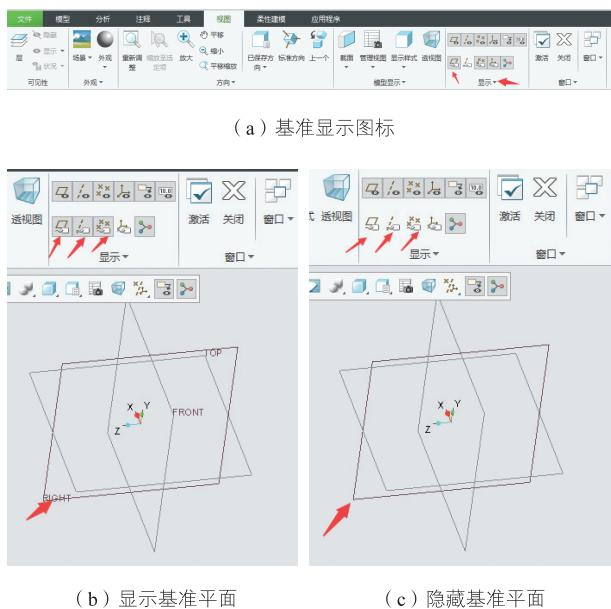

图 1-4-27 基准名称显示或隐藏
(7) 设置“基准名称显示或隐藏”：在功能区的“视图”模块中的“显示”框，单击基准名称显示或隐藏开关，在图形窗口能够相应地显示或隐藏基准名称，如图 1-4-27 所示。